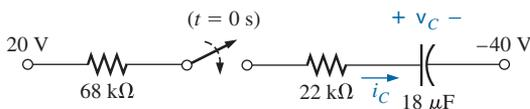

Figura 10.96 Problema 22.
- *22. Considerando o circuito da Figura 10.96, composto de valores padrão: